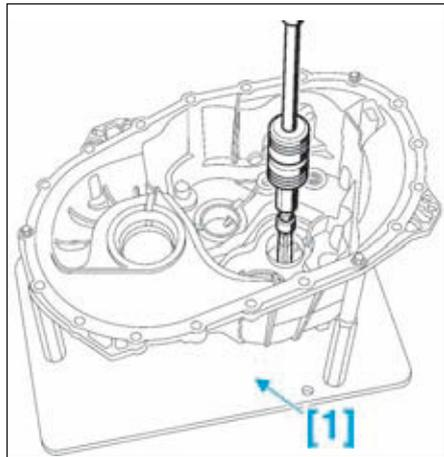

FIG.40
- Positionner le carter de mécanisme à l'aide de l'outil [1] et le fixer avec les trois vis (Fig.40).